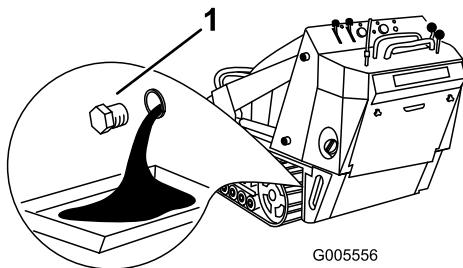

Bild 32
4. Nehmen Sie die Ablassschraube ab (Bild 32).